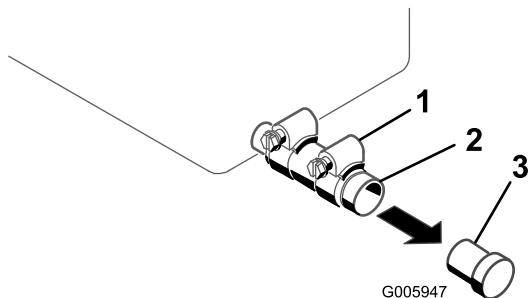

図 30
4. 排出口の下に廃油受けを置く（図 30）。
5. クランプをゆるめ、プラグを外す（図 30）。